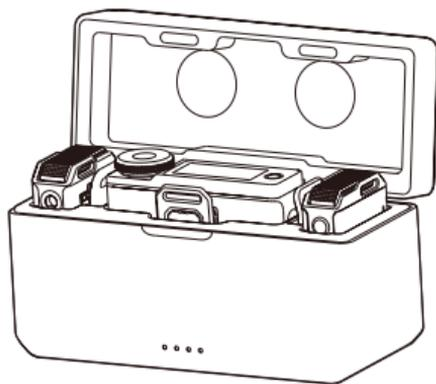

Figure 1
1. Jumelage automatique : placez l'émetteur et le récepteur dans le boîtier de charge et ils se jumelleront automatiquement. (Figure 1)